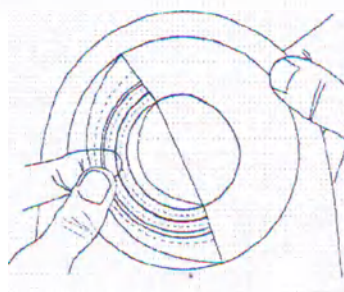

Рисунок 6
- Снимите защитное бумажное покрытие с нанесенной разметкой (рисунок 6) и, не торопясь, совместите нижний край вырезанного отверстия с нижней границей стомы. Если стома не видна, можно использовать зеркало.